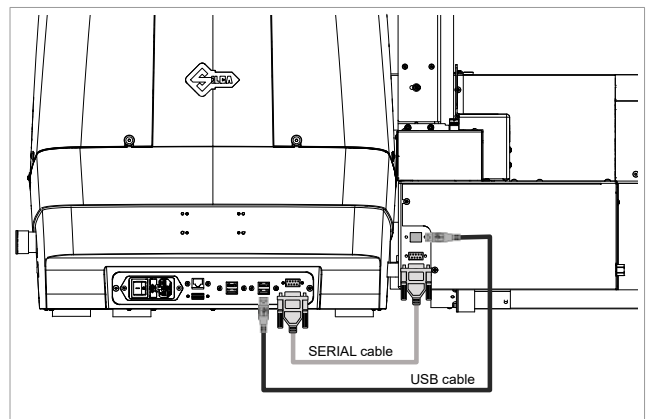

Bild 35
- 4) Das USB-Kabel und das serielle Kabel an die Maschine und die Zuführungseinheit anschließen (Bild 35).